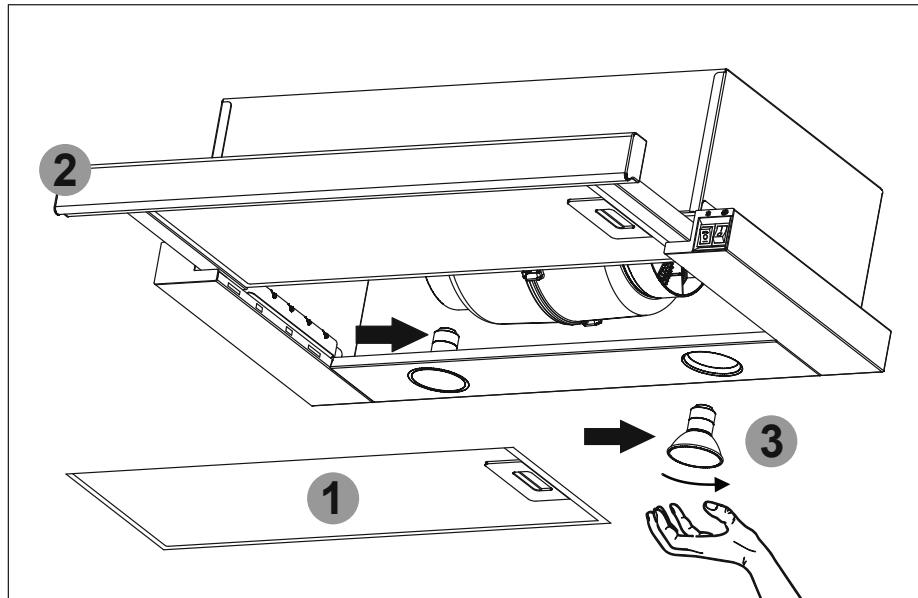

Рис.7
8.9 На вытяжке установлены **HALOGEN** лампы подсветки рабочей зоны плиты. Перед началом замены ламп освещения необходимо отключить вытяжку от электросети, дать возможность охладить лампам. Для замены лампы необходимо снять алюминиевый фильтр **1**, вытянуть выдвижную панель с фильтром **2**, отжать держателя патрона на себя, чтобы лампа **3** вышла из корпуса вытяжки, удерживая держатель патрона, слегка надавить на лампу в направлении патрона и, повернув ее против часовой стрелки, вынуть из корпуса вытяжки (**рис.7**).